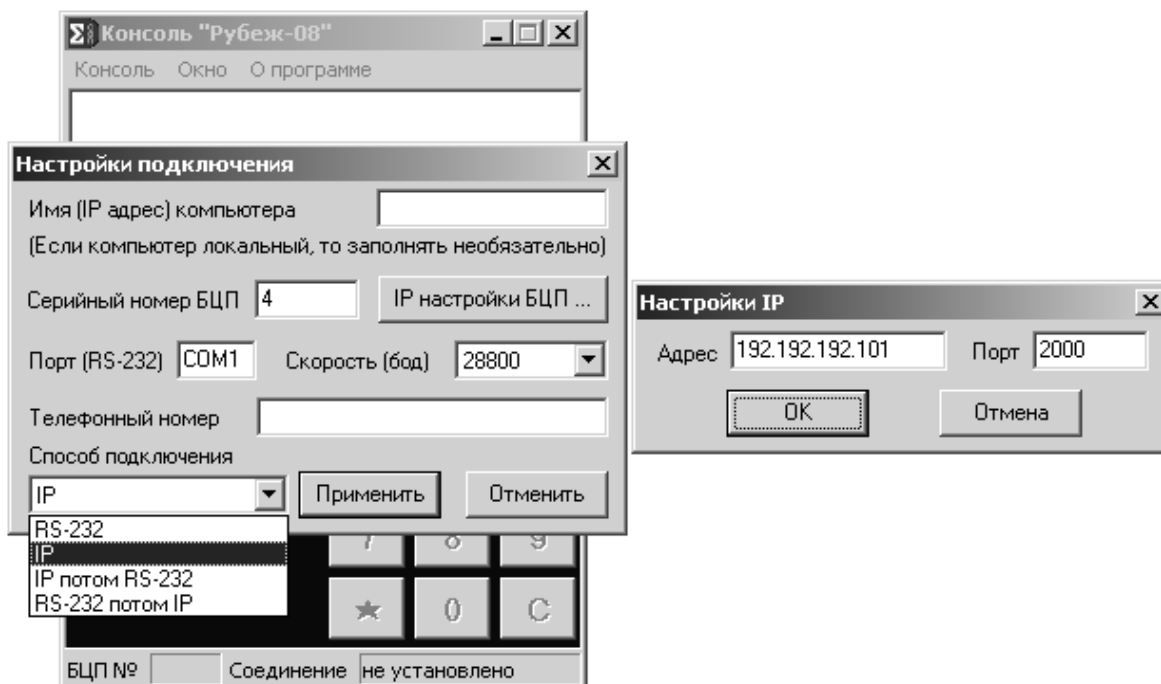

Рис. 8. Настройка подключения к БЦП в программе “Рубеж Консоль”.
- при первом запуске программы, в появившемся окне нажать на кнопку **“Настройка”**, если программа уже запущена, то выбрать меню [Консоль→Настройки], после этого появиться окно (Рис. 8);